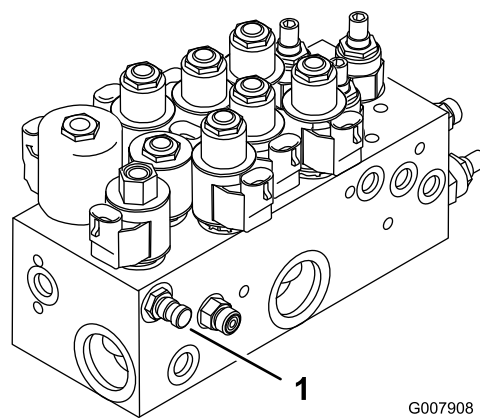

Рисунок 75
1. Контрольное отверстие А (Рисунок 75) используется для облегчения поиска и